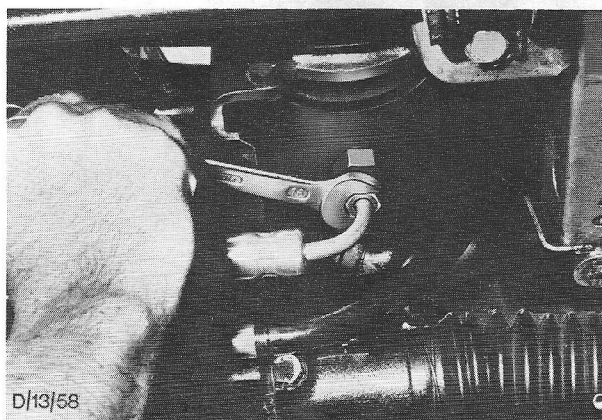

Fig.47. Druktoevoerleiding van pomp losmaken.
4. Maak de drukleiding los van de pomp, zie Fig.47.